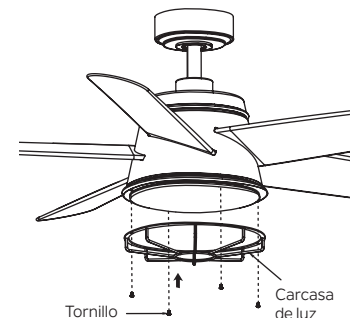

Figura 23
Paso 3. Sostenga la carcasa de luz hasta la carcasa del interruptor, alinee con los 4 orificios y apriete firmemente con los 4 tornillos que se encuentran en el paquete de accesorios (Figura 23).